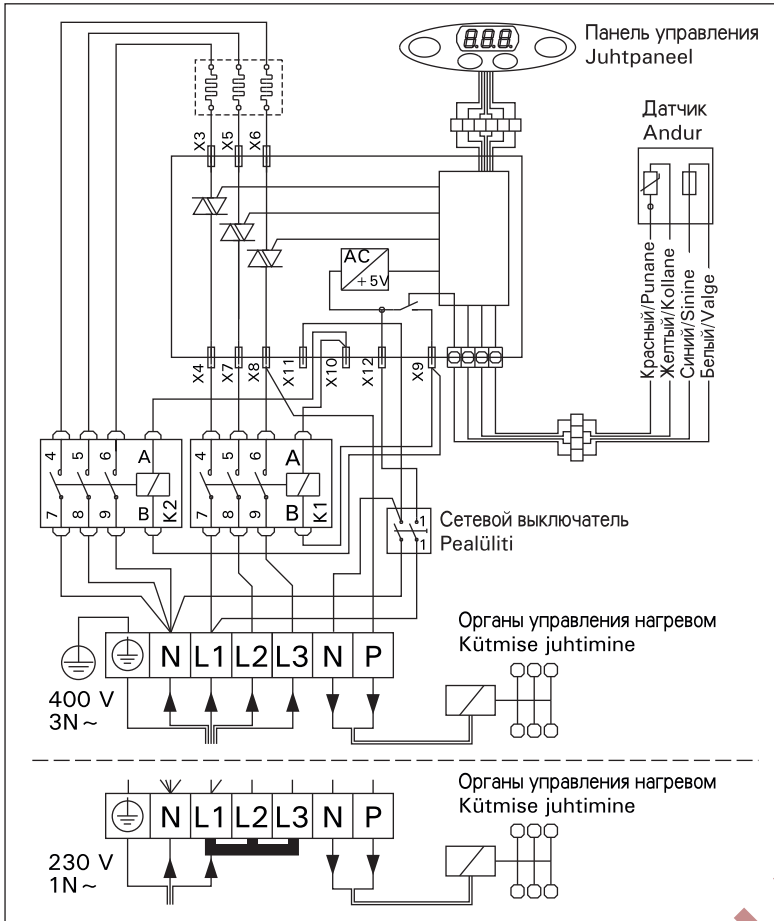

Рисунок 8. Подключение камней PI
- Кроме разъемов питания каменки PI оснащены также разъемом (P), который делает возможным управление электрическим нагревом (см. рис. 8). Кабель управления электро-отоплением подводит прямо к розетке каменки и дальше с помощью